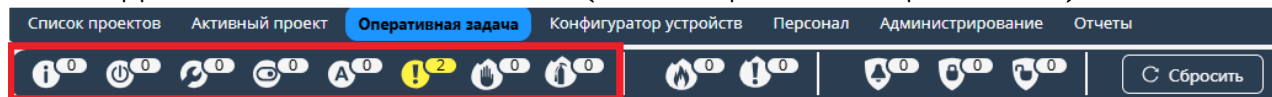

Рисунок 9.176 – Компонент «Технологическая подсистема»
– компонент **«Технологическая подсистема»**, в соответствии с рисунком Рисунок 9.176, содержит список состояний, общих для всех подсистем, и количество устройств в каждом из этих состояний (таблица Таблица 9.12).